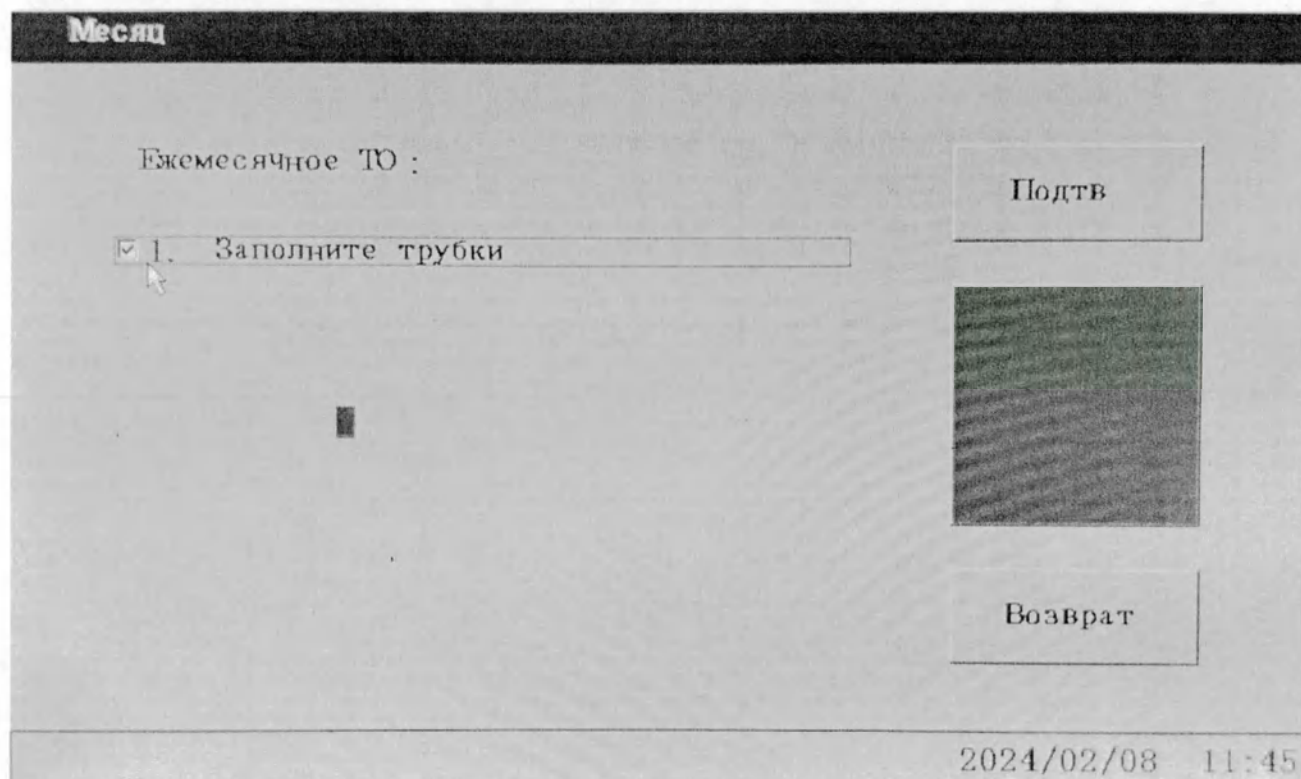

Рисунок 7-2. Экран ежемесячного обслуживания
7.2.3. После выполнения действий из пункта 7.2.2 нажмите на экране обслуживания кнопку «Месяц» (Ежемесячно). Откроется экран ежемесячного обслуживания (см. рис. 7-2). Отметьте все окошки на экране ежемесячного обслуживания и нажмите кнопку «Подтв» (Подтвердить). Окно состояния изменит цвет с красного на зеленый. Это означает, что работы по ежемесячному обслуживанию выполнены. Затем нажмите кнопку «Возврат» (Назад), чтобы вернуться на экран обслуживания.